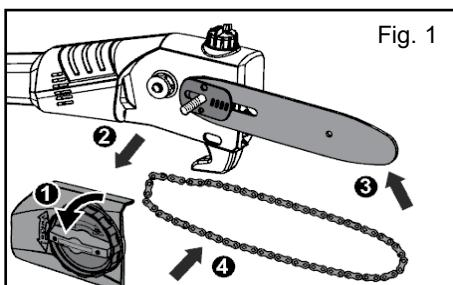

Fig. 1
- Desserrez le bouton de verrouillage (Fig. 1 ①) en tournant dans le sens antihoraire.
- Retirez le couvercle de chaîne (Fig. 1 ②).
- Positionnez la barre avec le trou longitudinal sur le boulon fileté (Fig. 1 ③).
- Placez la chaîne autour de la barre et du pignon d'entraînement (Fig. 1 ).